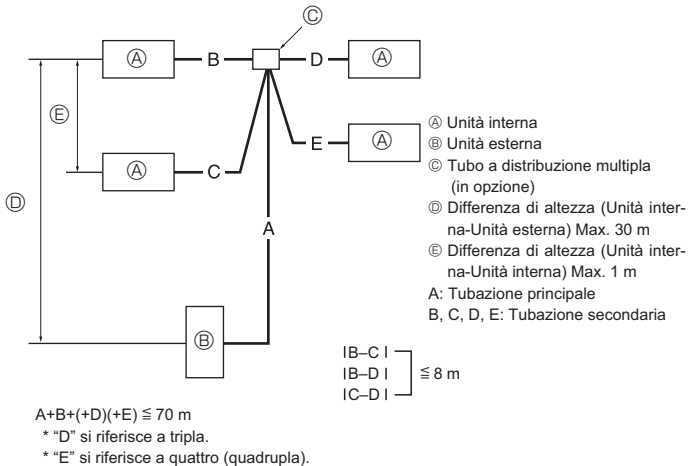

Fig. 4-9
4.7. Per combinazione doppia/tripla/quadrupla (Fig. 4-9)